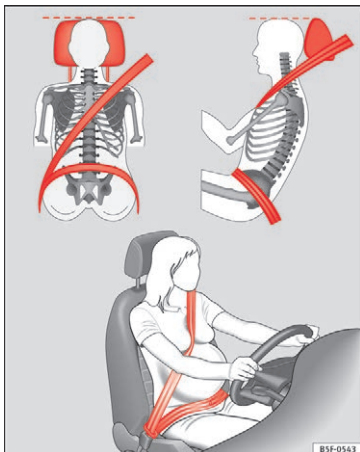

Fig. 80 Placering af sikkerhedssele ved bryst og hofter hos gravide kvinder
- **Sikkerhedsselens skulderdel skal sidde midt på skulderen og aldrig hen over halsen. Sikkerhedsselen skal sidde fladt og tæt ind til overkroppen »» **Fig. 80**.**
- **Sikkerhedsselens hoftedel skal sidde hen over hofterne og aldrig hen over maven. Sikkerhedsselen skal sidde fladt og tæt ind til hofterne »» **Fig. 80**. Stram selv selen lidt, hvis det er nødvendigt.**